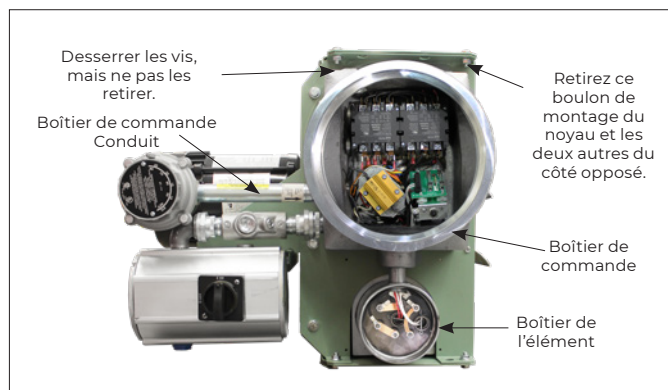

Figure 10
- 2.2 Débrancher tous les fils pénétrant dans le boîtier de l'élément (voir Figure 10, page 18)
- 2.3 Desserrer légèrement tous les boulons de l'enceinte illustrés à la Figure 10, page 18, pour empêcher le noyau de se coincer.